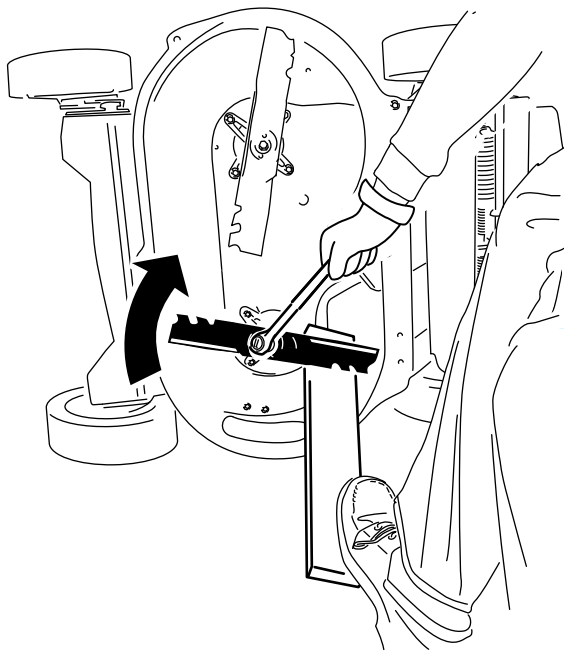

Figura 45
2. Fissate ogni lama con una tavola e ruotate in senso antiorario con una chiave torsiometrica come mostrato in Figura 45; serrate il bullone della lama a 82 N·m (60 ft·lb).